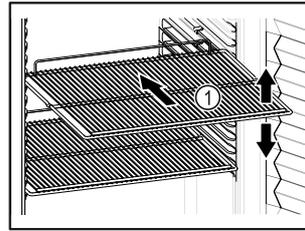

Fig. 18 Représentation à titre d'exemple
- Lorsque les grilles de support Fig. 18 (1) peuvent être déplacées, changez leur position en fonction de la hauteur des aliments.